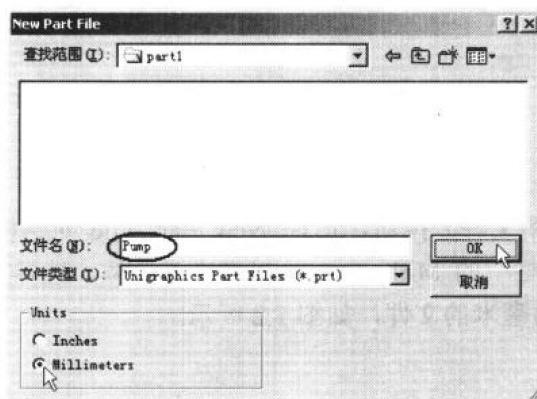

图 1.2
选择 **□** (New 建立新文件) 按钮，出现 New Part File 对话框，在文件名 (N) 栏中输入 Pump，选择 Units 栏中的 Millimeters，以毫米为单位，选择 **OK** 按钮确定。建立文件名为 Pump.prt，单位为毫米的文件，如图 1.2 所示。